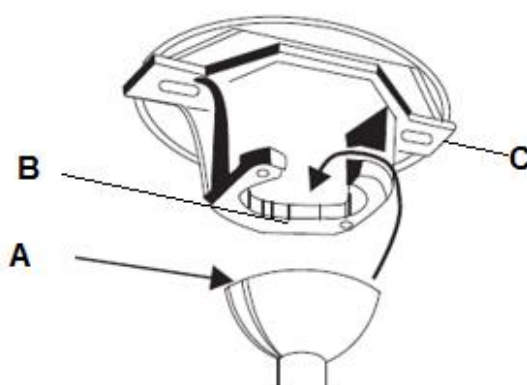

Fig. 8
Avvicinare il ventilatore alla staffa di supporto. Assicurarsi che la fessura (A) del giunto sferico sia posizionata sul perno (B) della staffa di supporto (C), in modo tale da evitare che il ventilatore ruoti quando è in funzione (Fig. 8)